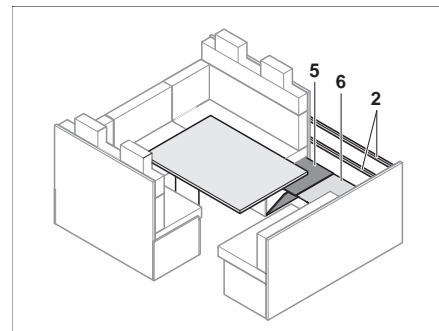

Fig. 119 Applicare la prolunga dello schienale
- Applicare le prolunghie degli schienali (Fig. 119,2).